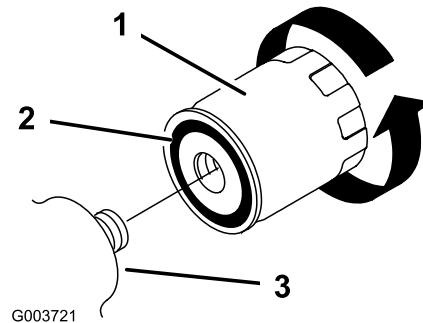

Bild 41
5. Entfernen Sie den alten Filter (Bild 41) und wischen Sie die Kontaktfläche am Filteradapter ab.
6. Ölen Sie die Gummidichtung am Ersatzfilter leicht mit Frischöl ein (Bild 41).
7. Drehen Sie den Austauschfilter auf den Filteradapter auf (Bild 41). Ziehen Sie ihn nach rechts fest, bis die Gummidichtung den Filteradapter berührt. Ziehen Sie ihn dann um eine weitere halbe Umdrehung an.